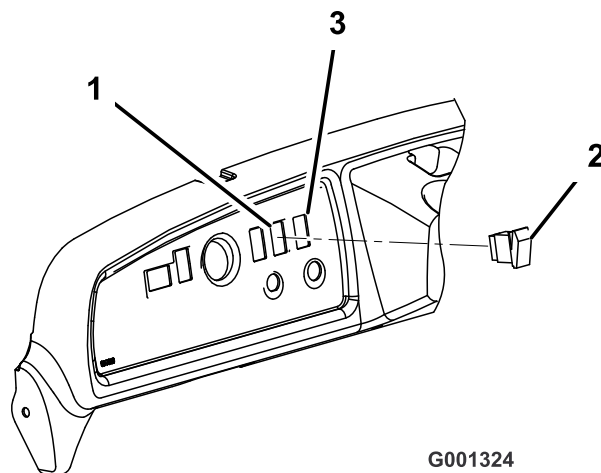

図 9
9. ダッシュボードのアクセサリ用ネクタにスイッチをはめ込む。スイッチをダッシュボードにはめこむ (図 9)。
8. ダッシュボードの右側についている打ち抜きプラグを打ち抜いて外す (図 9)。
10. ダッシュボードのハーネス用ネクタにスイッチをはめ込む。スイッチをダッシュボードにはめこむ (図 9)。